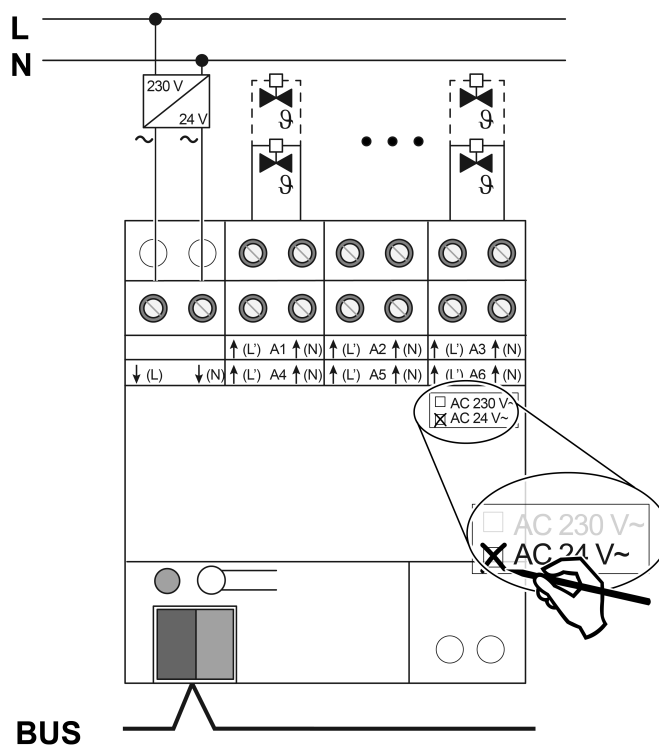

Figura 3: Conexión de accionamientos reguladores 24 V
- Conectar los accionamientos reguladores AC 24 V según el plano de conexiones (véase figura 3).
- Conectar la alimentación para accionamientos reguladores en bornes ↓(L) y ↓(N) (1).